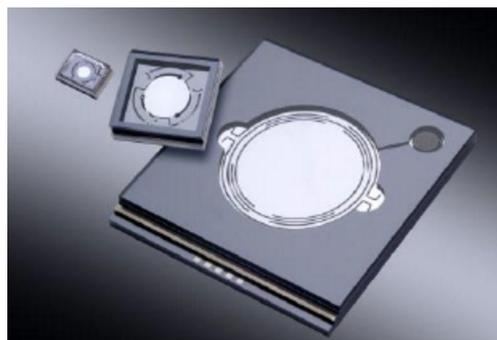

Рисунок 17. Микросканеры.
- Датчики и системы мониторинга – в данной категории продуктов «Совтест АТЕ», кроме описанных выше МЭМС-датчиков ускорения и инклинометров, предлагает целый ряд собственных изделий. Микро-сканеры (МЭМС-зеркала, Рисунок 17), представляющие собой микрозеркала, изготовленные на кристалле и предназначенные для управления световыми пучками или для сканирования объектов световым лучом. Приборы могут использоваться в лазерных проекторах, приборных панелях на ветровом стекле, лазерных микроскопах, принтерах и других устройствах.